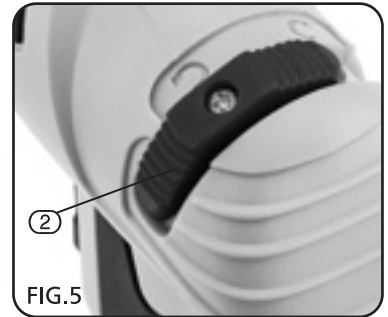

FIG.5
10.2 DIRECTION CONTROL - FIG. 5